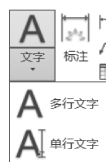

图 7-5 “单行文字”命令
- “注释”面板：选择“文字”的下拉按钮→“单行文字”命令，如图 7-5 所示。